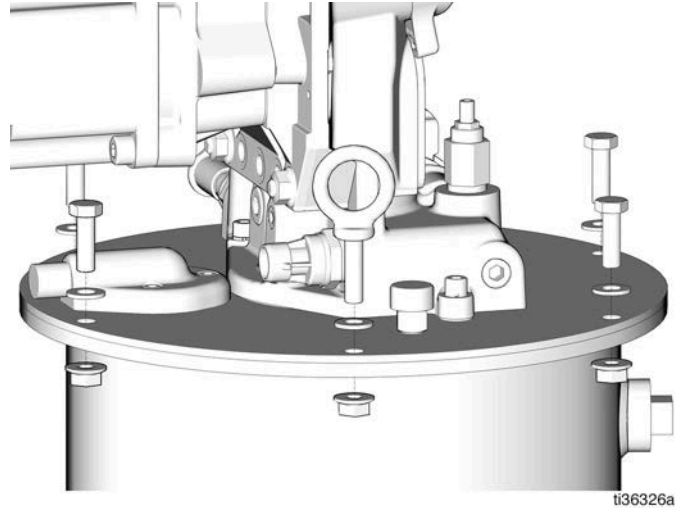

FIG. 11
3. Retirez les écrous, les boulons et le crochet de levage de la partie supérieure du réservoir et conservez-les (Fig. 11).